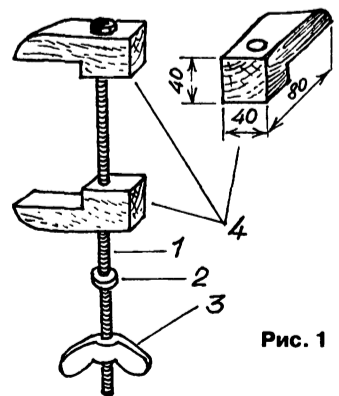

Рис. 1
Простейшую струбцину (рис. 1) можно изготовить из длинного болта (1), шайбы (2) и гайки барашка (3). Зажимные губки (4) изготавливаются из твердых пород дерева.